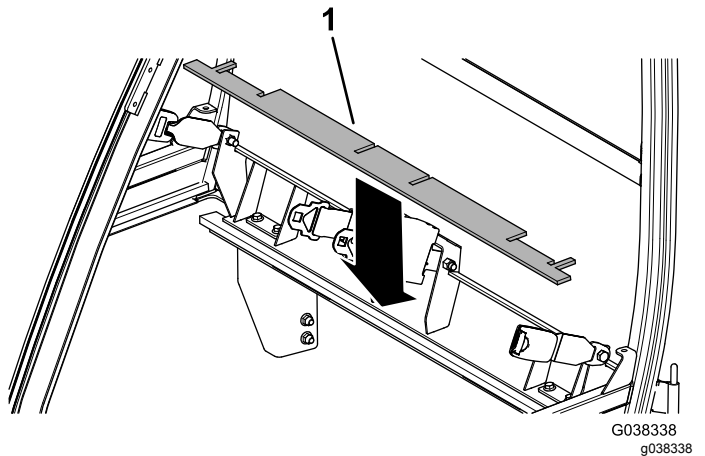

Figura 14
10. Instale la junta de espuma trasera superior (Figura 14).